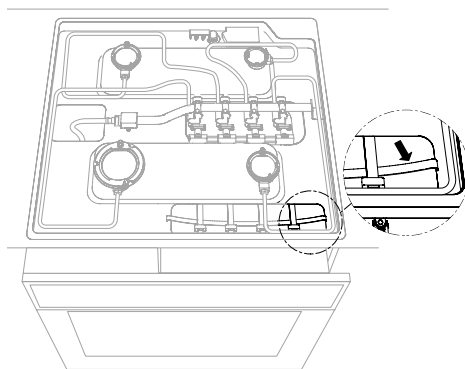

fig. 6
- Verwijder de transportbeveiliging (zie fig. 6) van de cardankoppelingen.